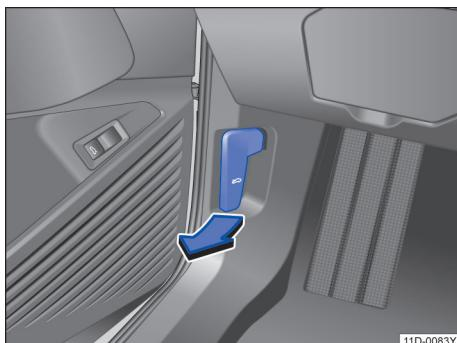

图 140 驾驶员侧脚部空间：前舱盖解锁手柄
- 在车内沿图示箭头方向拉动前舱盖解锁手柄→图 140，前舱盖会在弹簧机构的作用下稍许弹开。